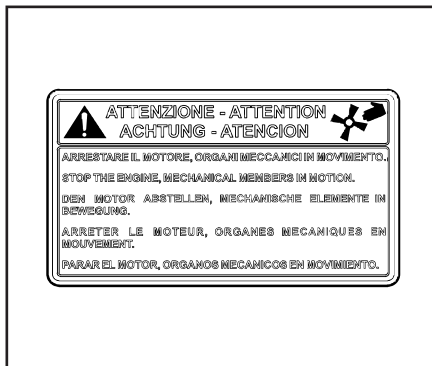

Abb. 2.31
28.7 Gefahr: Mechanische Teile in Bewegung (Abb.2.31)